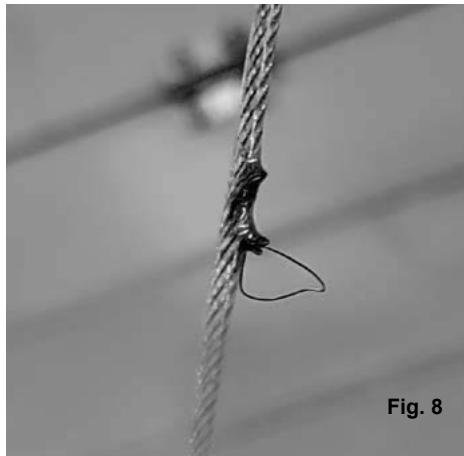

Fig. 8
- Geen beschadigingen waarneembaar aan ET en kabel (Fig. 8)